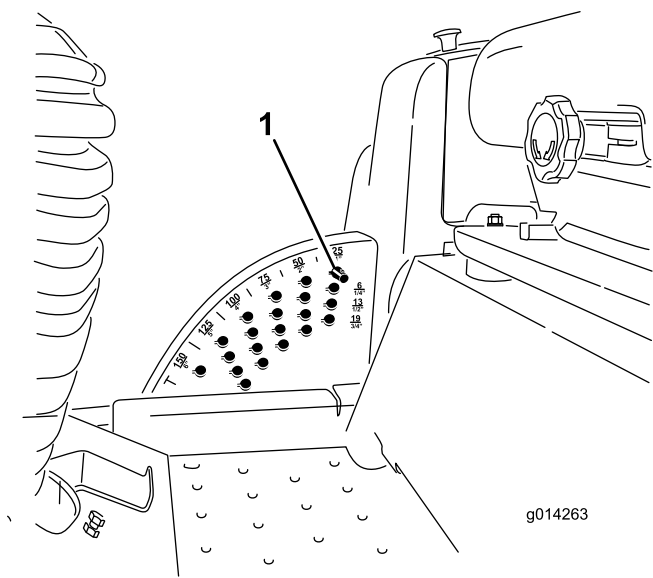

Figura 19
1. Con el motor en marcha, presione hacia atrás el interruptor de elevación de la carcasa hasta que la carcasa de corte esté elevada del todo y **suelte el interruptor inmediatamente**, como se muestra en la Figura 19.
2. Gire el pasador de altura de corte hasta que el nervio quede alineado con las ranuras de los taladros del soporte de altura de corte, y retire el pasador (Figura 19).
3. Seleccione un taladro del soporte de altura de corte que corresponda a la altura de corte deseada, inserte el pasador y gírelo para bloquearlo en esa posición (Figura 19).
Nota: Hay cuatro filas de taladros (Figura 19). La fila superior corresponde a la altura de corte impresa encima del pasador. La segunda fila corresponde a la altura impresa más 6 mm (1/4"). La tercera fila corresponde a la altura impresa más 12 mm (1/2"). La fila inferior corresponde a la altura impresa más 18 mm (3/4"). Para la posición de 15.8 cm (6") hay un solo taladro, situado en la segunda fila. Esta posición no añade 6 mm (1/4") a la altura de 15.8 cm (6").